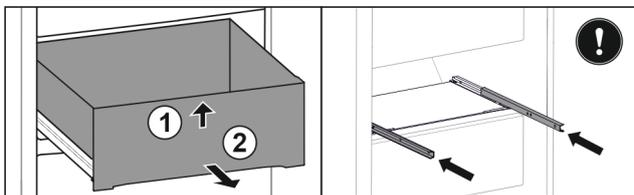

Fig. 147
- ▶ Sollevare il cassetto dal davanti. Fig. 147 (1)
- ▶ Rimuovere il cassetto tirandolo in avanti. Fig. 147 (2)